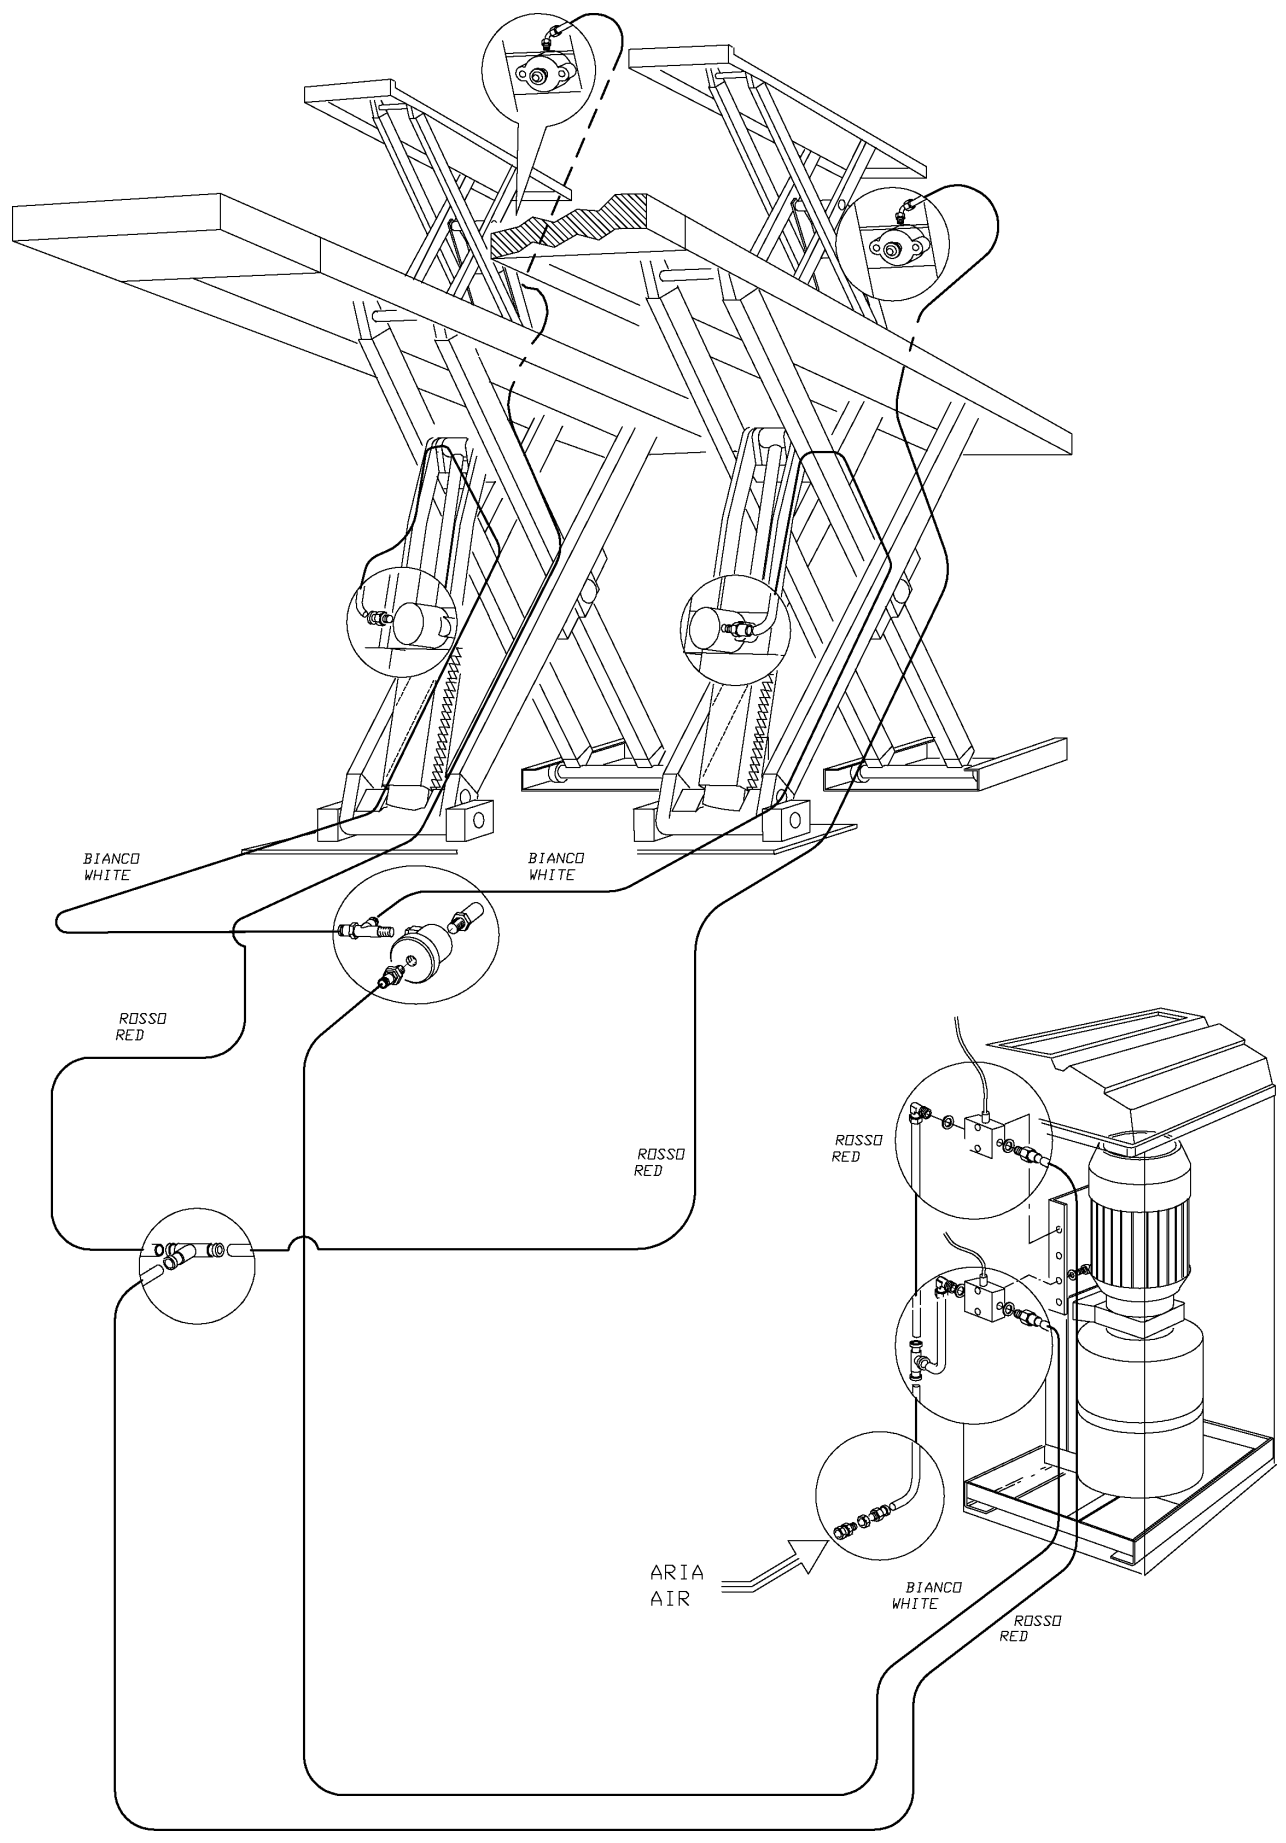

Fig. 26
**Vedi Fig.26.** Collegare l'alimentazione pneumatica.
**Ref. Fig.26.** Connect the air supply.
**Zu Abb. 26.** Die Druckluftzuführung anschliessen.
**Voir Fig. 26.** Connecter l'alimentation pneumatique.
**Ref. Fig. 26.** Conectar la alimentación neumática.